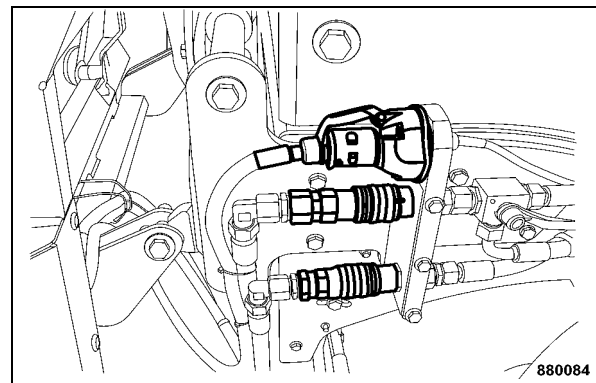

Fig. 130
- l'étanchéité des conduites et flexibles hydrauliques (Fig. 130).